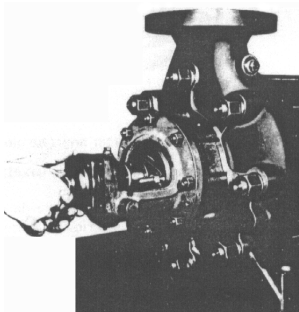

Fig. 1
- Drenar el aceite del Mancal. Soltar el tornillo que fija la Tapa del Mancal y, en seguida, retirarla. (Ver fig. 1)